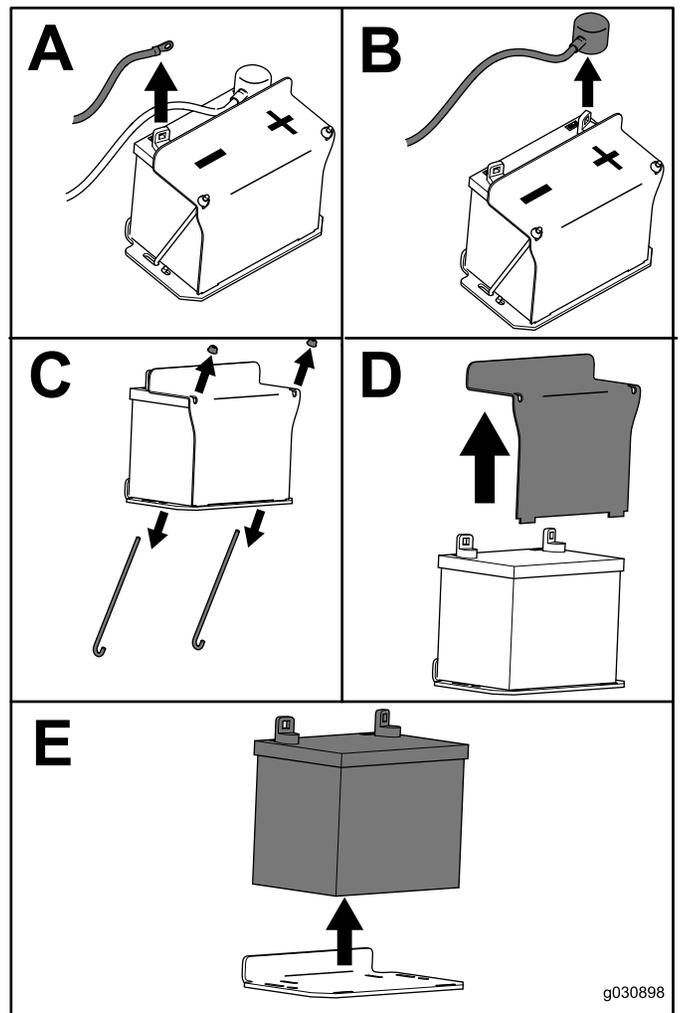

Figura 54
3. Retire la batería según se muestra en la Figura 54.